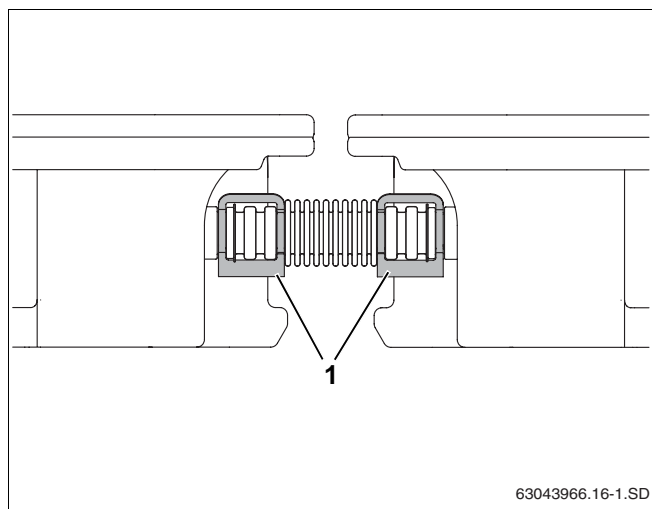

Bild 50 Korrugerad rörkoppling säkrad med klämmor
- ▶ Säkra varje ändhylsa med en klämma och varje korrugerad rörkoppling med två klämmor (bild 50, **pos. 1**).